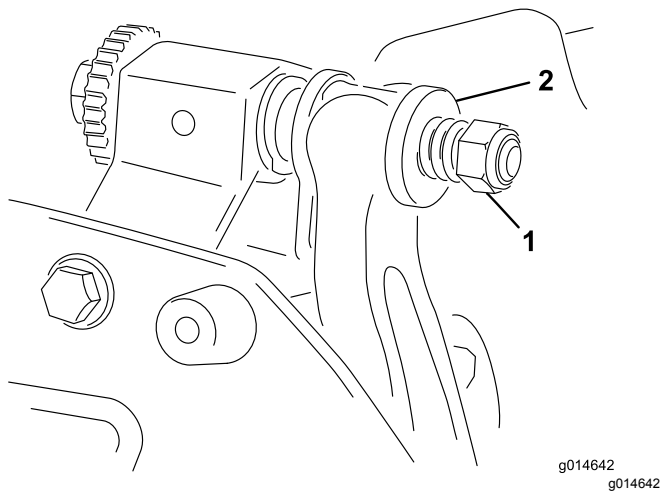

Figure 25
5. Serrez l'écrou de tension du ressort jusqu'à ce que les spires soient jointives, puis desserrez-le de 1/2 tour (Figure 25).